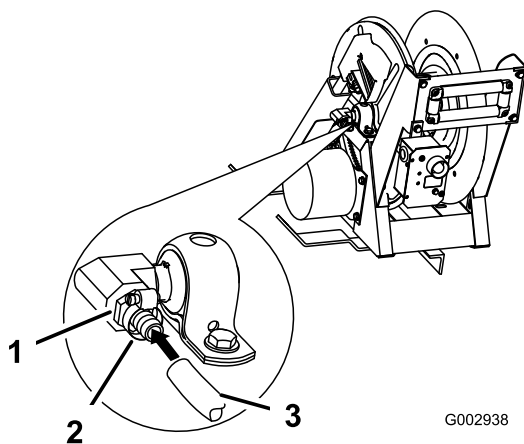

Figura 38
21. Envuelva las roscas de un acoplamiento dentado (3/4 pulgada) con cinta teflón, en el sentido contrario a las agujas del reloj e instálelo en la acometida de entrada situada en el lateral del carrete de la manguera (Figura 38).